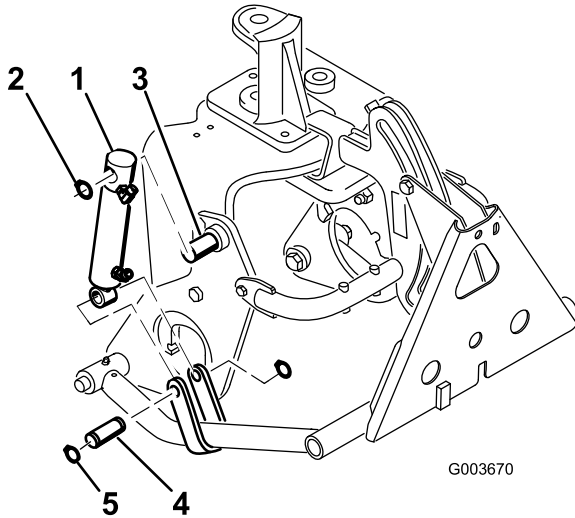

Bild 12
3. Befestigen Sie das obere Ende des Hydraulikzylinderkanisters am Stift an der rechten Seite. Pflugplatte mit Sicherungsring (Bild 12). Die hydraulischen Anschlüsse des Zylinders müssen nach vorne zeigen.
4. Befestigen Sie die Zylinderstange mit einem Stift und zwei Halteringen an den Schubarmriemen (Bild 12).